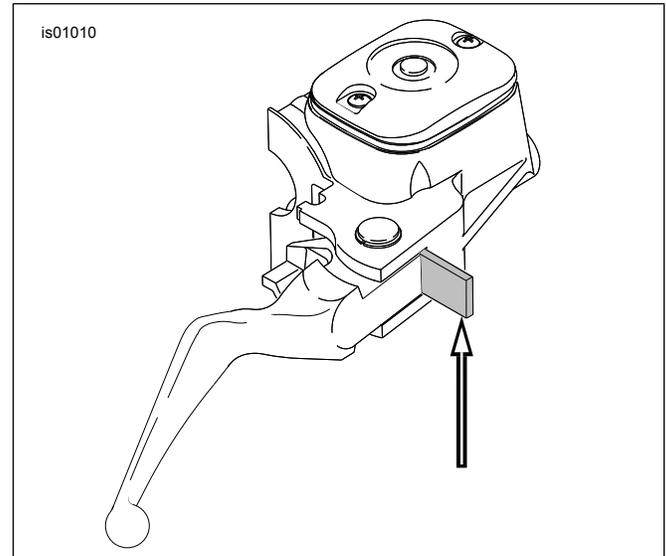

Abbildung 1. 4-mm-Kartoneinsatz (5/32 in)
1. Siehe Abbildung 1. Den Bremshebel betätigen und den Kartoneinsatz zwischen den Bremshebel und die Hebelhalterung einsetzen.